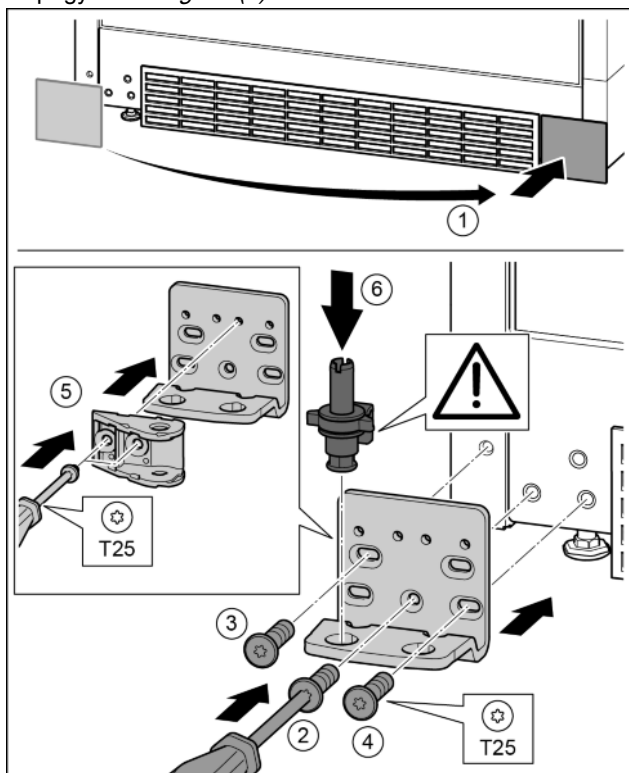

Fig. 34
- ▶ Vegye le a fedelet, és szerelje fel a másik oldalra. *Fig. 34 (1)*
- ▶ A másik oldalra helyezze fel a csapágybakot, és egy T25 csavarhúzóval húzza meg. Középen az alsó 2 csavarral kezdjen. *Fig. 34 (2)*
- ▶ Húzza meg a 3 és 4 csavart. *Fig. 34 (3, 4)*
- ▶ Fordítsa el 180°-kal a záráscsillapítót. A T25 csavarhúzóval csavarozza fel a csapágybak másik oldalára. *Fig. 34 (5)*
- ▶ Helyezze be a teljes csapszeget. Ügyeljen közben arra, hogy a bekattanó bütyök hátrafelé mutasson. *Fig. 34 (6)*